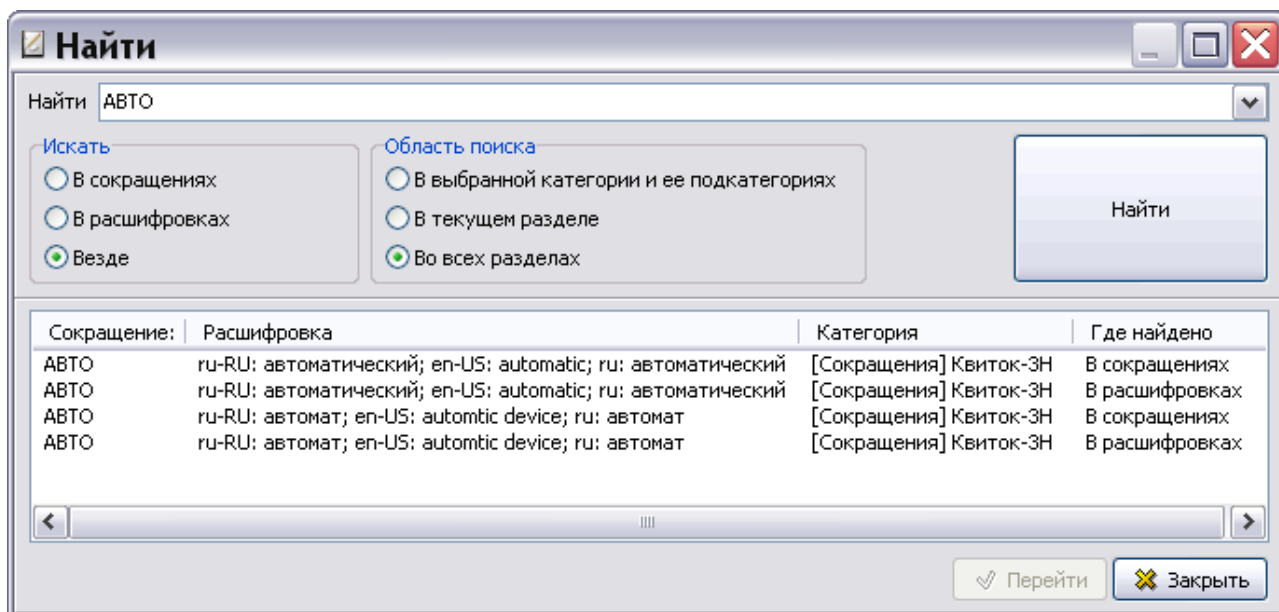

Рисунок 163
4) Нажмите на кнопку **Найти**. Результаты поиска отобразятся в нижней части окна (рисунок 163).
Для перехода к одному из найденных сокращений выделите его среди результатов поиска и нажмите на кнопку **Перейти** (рисунок 163). При этом произойдет возврат в окно редактора словарей на соответствующую вкладку, где будут выделены выбранное сокращение и его категория.